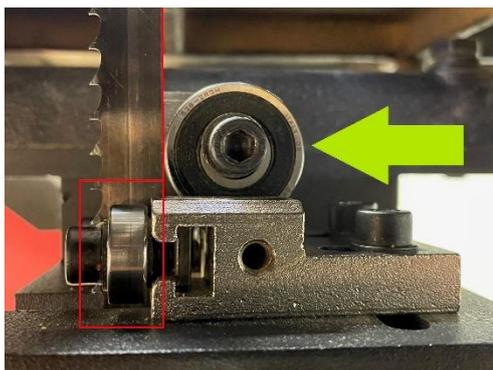
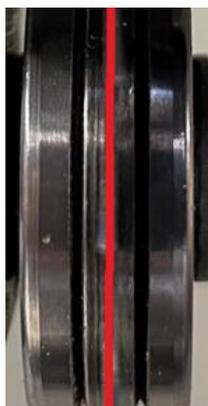
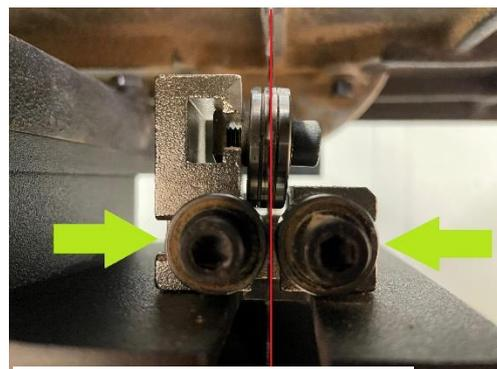

Figure 37
Figure 38
Figure 39
- Schieben Sie die komplette Führung so vor, dass die seitlichen Führungslager auf dem herkömmlichen Sägeband aufliegen, aber hinten den Schneidzähne (Fig 37).
- Bringen Sie das Lager in Kontakt mit dem Band (Fig 37), zentrieren Sie das Kugellager so, dass das Sägeband im Teil zwischen den beiden Nuten anliegt (Fig 38) und justieren Sie dann die seitlichen Lager ein (Fig 39).